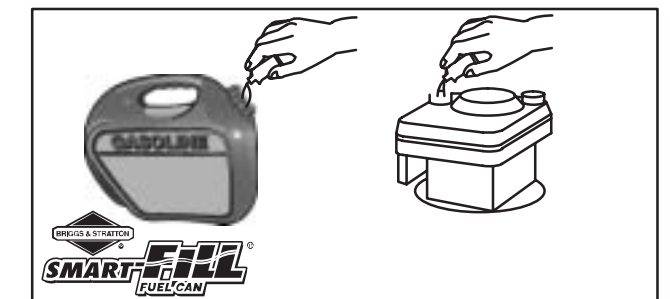

Fig. 5
- Pour la grande bouteille de 4,2 oz d'additif pour essence, No de pièce 5041 ou 100002 (voir la figure 5), s'adresser au centre autorisé de dépannage de Briggs & Stratton.